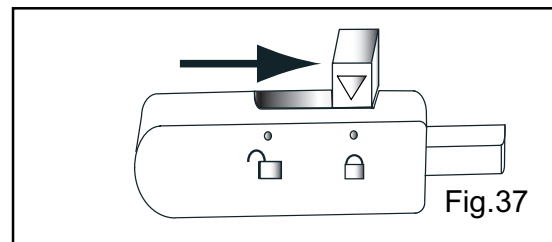

Fig.37
**IMPORTANT:** Assurez-vous que les supports sur le réservoir d'eau externe sont égal avec le dos de l'unité (fig 37) , fixent alors le réservoir en place avec le verrouillage (fig. 37) situé au-dessus de la sortie de l'eau. Svp note : Quand le réservoir est installé, la symboles sur le verrouillage (serrure et déverrouiller) sera cachée - tirez le levier sur le verrouillage vers le droit pour fermer le réservoir en position, et poussez le levier vers le gauche pour enlever le réservoir .